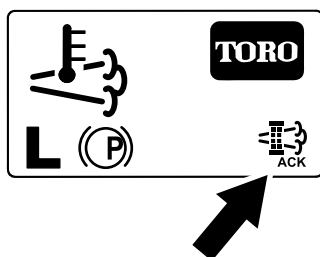

Figura 68
8. L'InfoCenter visualizza la schermata Home e l'icona della rigenerazione (Figura 68) è presente nell'angolo in basso a destra della schermata mentre la rigenerazione procede.